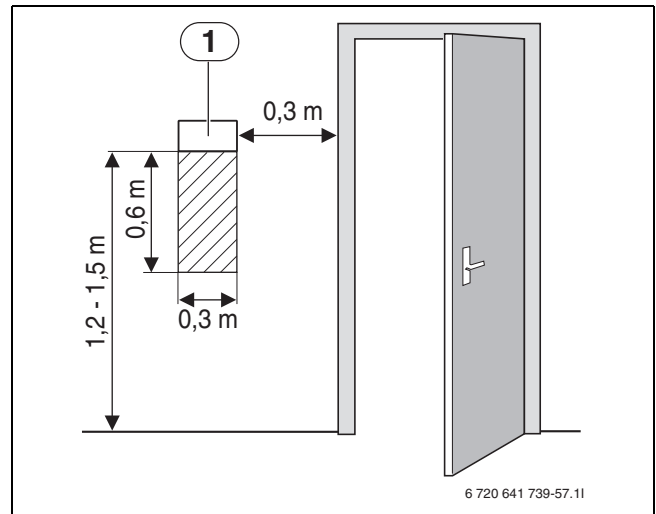

Bild 12 Rekommenderad monteringsplats för rumsgivare
- ▶ Obehindrad cirkulation av rumsluften under rumsgivaren (streckad yta ska hållas fri (→ bild 12))